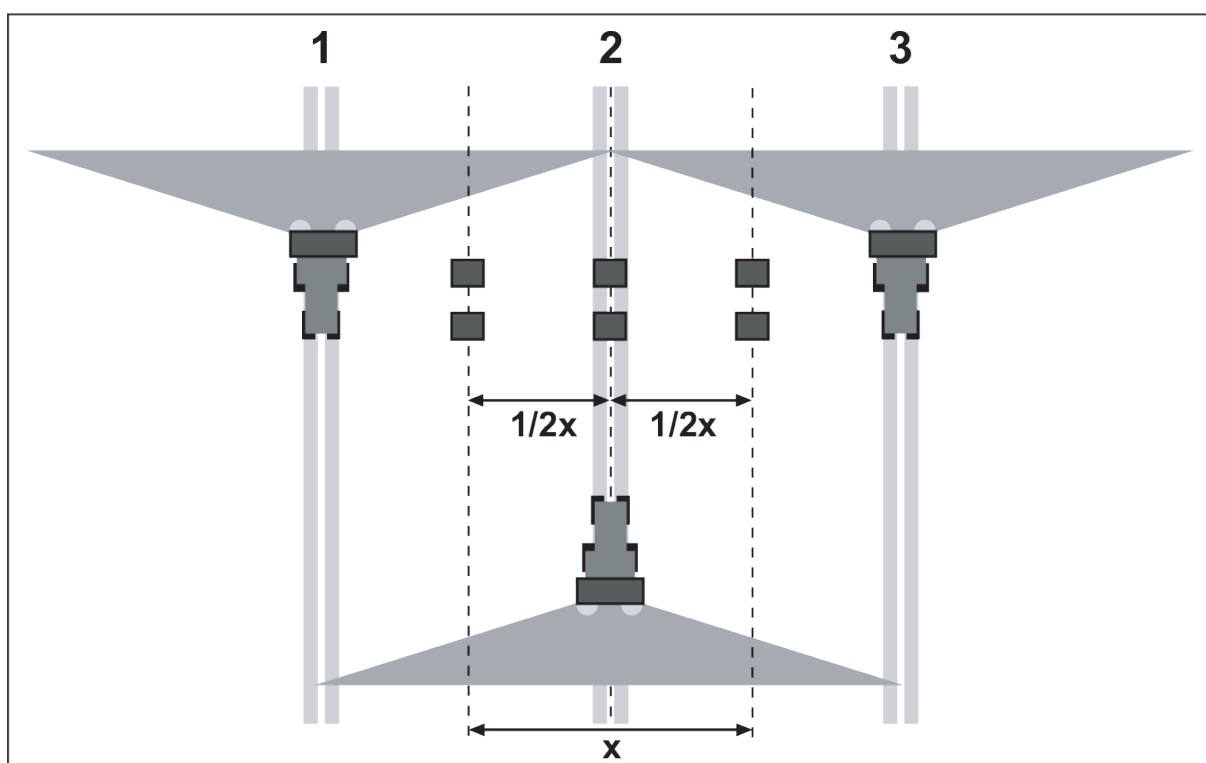

Fig. 54: Uppställning för tre passeringar
- Ställ upp två uppsamlingsskålar i överlappningszonerna (mellan körfälten) och i det mellersta körspåret, den ena bakom den andra med ett mellanrum på **1 m** (enligt Fig. 54)